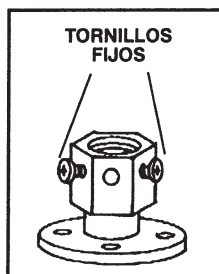

FIG. 6
Paso 2. Suelte los dos tornillos fijos y saque la chaveta de seguridad de la parte superior del montaje del motor (Fig. 6).